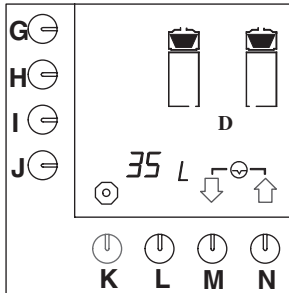
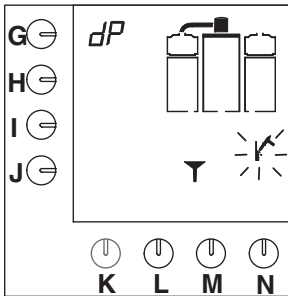

Abb. 14 Tageszähler für Kaffeebrühsystem
Abb. 16 Kaffeebrühsystem benötigt die Entkalkungslösung
Nach der Eingabe der Benutzer-Geheimnummer erscheint Abb.14 im Display. Die Gesamtanzahl Liter Kaffee, die an diesem Tag aufgebührt wurden, kann im Display abgelesen werden.
- Drücken Sie so lange auf die Programmierstaste (G.) bis Abb.14 wieder im Display erscheint.
- Entleeren Sie den Kaffeebehälter über den Zapfhahn (X).
- Es ertönt ein akustisches Signal, das Hammersymbol blinkt und es erscheint ein Trichter im Display (Abb.16).